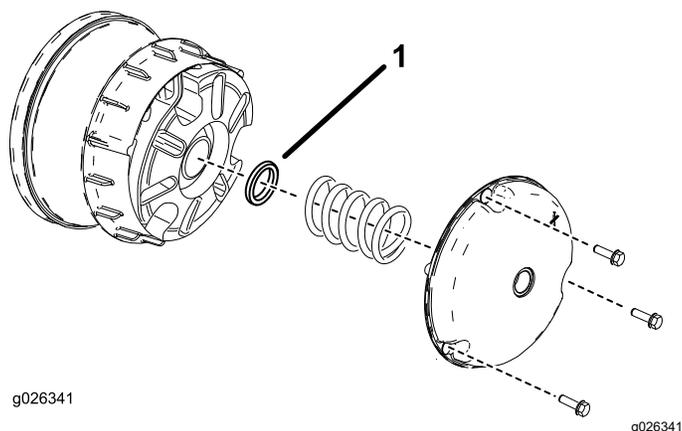

図 59
- 図 59 に示すように、一次クラッチカバーを固定しているボルトを外す。